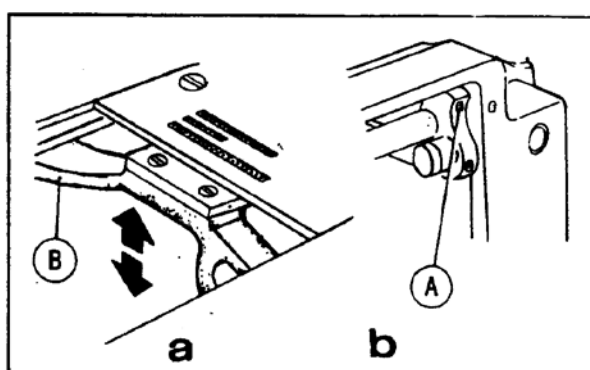

Рис. 22
18. Регулировка высоты подающей планки (рис. 22, 23)
- 2) Ослабьте винт (А) кулачкового рычага подачи справа (см. рисунок 22,б).